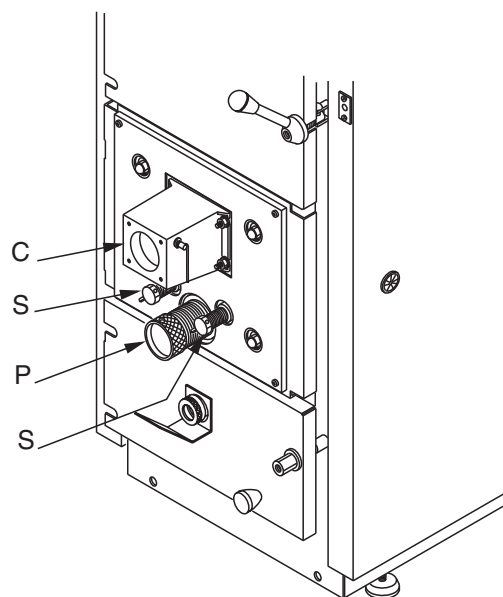
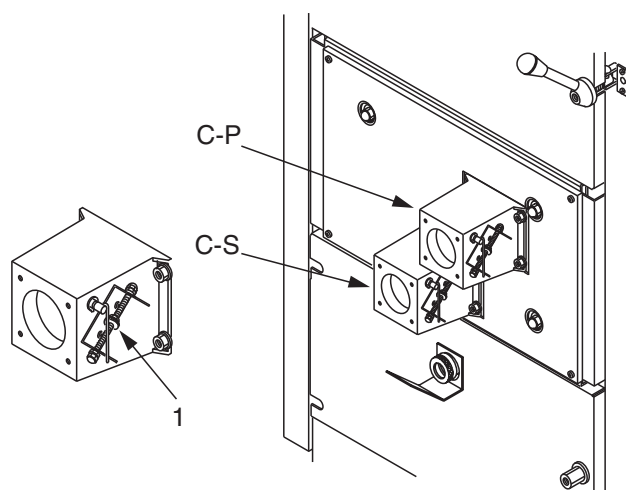

fig. 27
fig. 28
Per modelli AIREX 25 2S, AIREX 40 2S, AIREX 50 2S (fig. 27):
Per modelli AIREX 65 2S, AIREX 80 2S (fig. 28):
La posizione di partenza delle ghiera (pos. 1, fig. 28) che comandano l'apertura o la chiusura dell'aria primaria e secondaria, **dovrà essere circa a metà sull'asta filettata.**
A questo punto, "avvitare" o "svitare" le ghiera (pos. 1, fig. 28) sulla barra filettata fino ad ottenere una regolazione ottimale delle arie osservando il colore della fiamma nella camera di combustione inferiore; si tenga presente che avvitando in senso orario la ghiera (cioè verso l'alto) si otterrà un aumento dell'immissione dell'aria (primaria o secondaria), viceversa, una diminuzione.
La caldaia AIREX 2S è dotata di un ventilatore di aspirazione dell'aria di combustione (pos. 7 fig. 2), di un collettore di distribuzione dell'aria di combustione (pos. 1 fig. 27) e di regolatori dell'aria primaria (pos. P fig. 27) e secondaria (pos. S fig. 27) (2 ventilatori per modelli AIREX 65 2S e AIREX 80 2S + 2 collettori ingresso arie primaria e secondaria con relative regolazioni, vedere fig. 28).